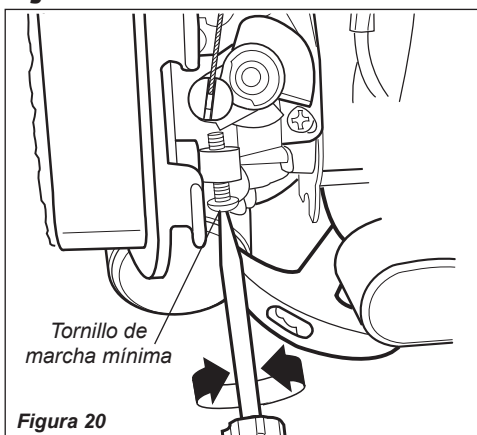

Figura 20
2. Si el accesorio de corte gira mientras el motor está en marcha mínima, reduzca la marcha mínima, girando el tornillo de ajuste de marcha mínima en el sentido contrario a las agujas del reloj. Consulte la figura 20.